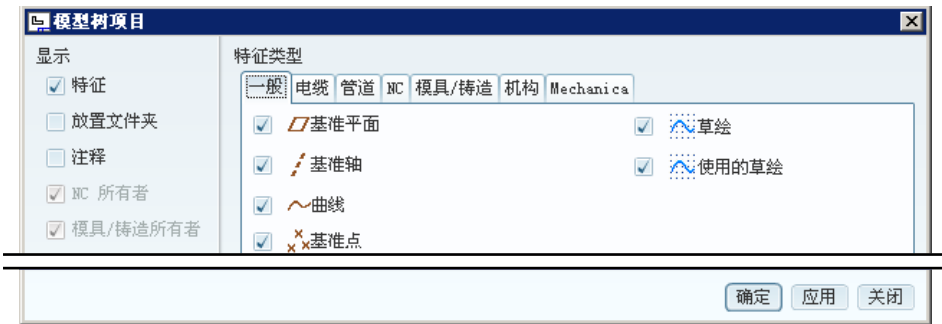

图 5.2.8 “模型树项目”对话框
- 在装配体工程图环境中也可以只显示某个零件上的某个特征的尺寸（这需要先通过设置“树过滤器”来显示各个零件的特征），其操作方法和在零件工程图环境中显示某个特征的尺寸类似，先在模型树上方单击按钮，在弹出的下拉列表中选择命令，系统弹出图 5.2.8 所示的“模型树项目”对话框，在对话框中的区域选中复选框，然后单击按钮，模型树中即显示零件特征。